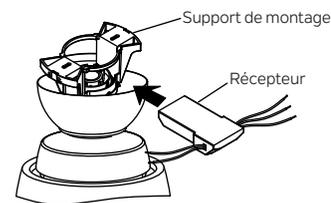

Fig. 13
Étape 1. Insérer le récepteur dans le support de montage et maintenez à plat par opposition au plafond. (Fig. 13)